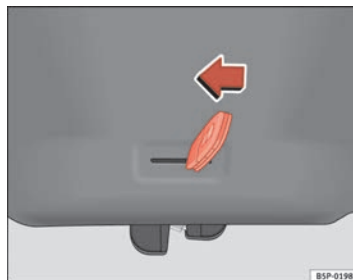

Abb. 66 Heckklappe: Notöffnung
- Den Schlüsselbart in den Schlitz stecken und das Verriegelungssystem entriegeln, indem der Schlüssel von rechts nach links in Richtung Pfeil bewegt wird ⇒ Abb. 66. ■